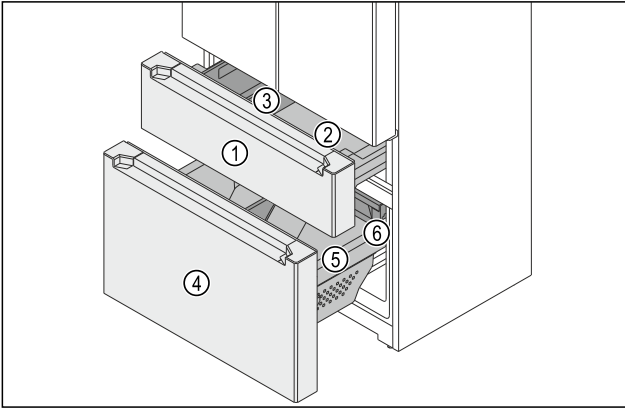

Fig. 145 Dondurucu bölmesinin çekme bölmeleri
Dondurucu bölmesi iki çekme bölmesinden oluşuyor. Üstteki çekme bölümünde Fig. 145 (1) bir kap Fig. 145 (2) ve bir FlexBox Fig. 145 (3) vardır. Alt çekme bölümünde Fig. 145 (4) büyük bir kap Fig. 145 (5) ve bir çekmece Fig. 145 (6) vardır. Üst ve alt çekme bölümündeki kapları temizlik için çıkartabilirsiniz.